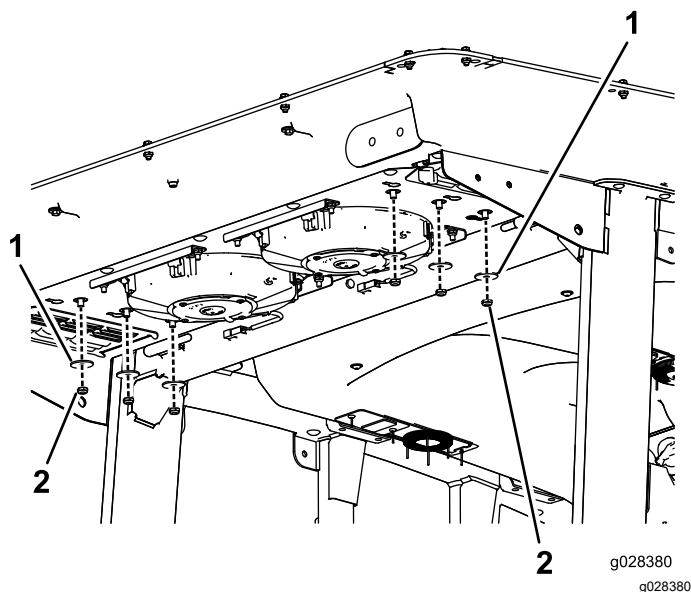

Figure 137
2. Enlevez les 6 écrous et rondelles au bas de l'arrière de la cabine (Figure 137).